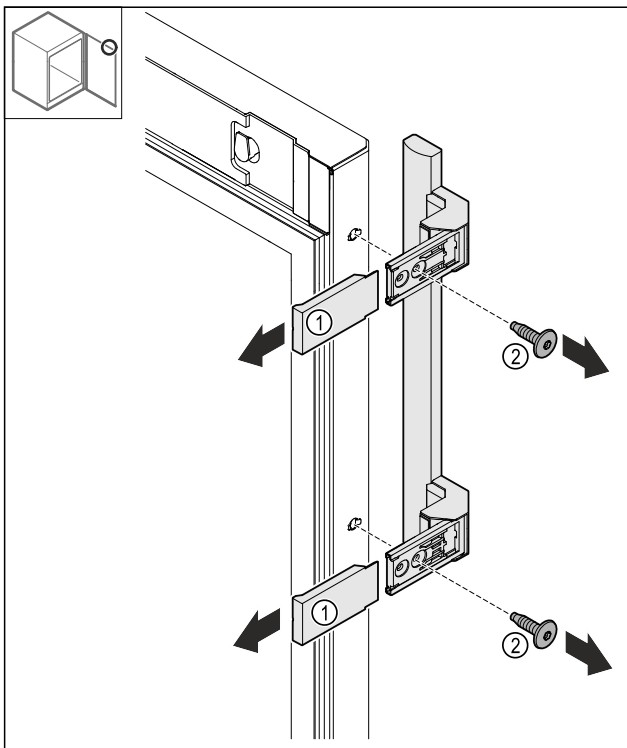

Fig. 24
- ▶ Afdekkingen Fig. 24 (1) wegtrekken.
- ▶ Schroeven Fig. 24 (2) losmaken.